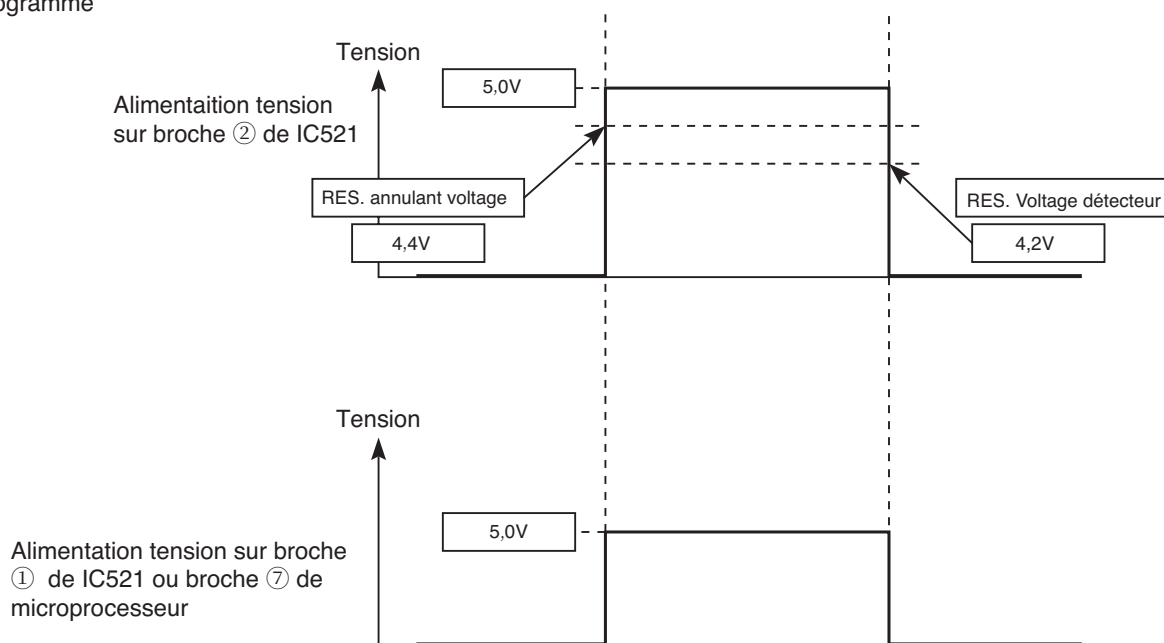

Fig. 2-2
- Le microprocesseur opère quand la broche ⑦ du microprocesseur de l'unité intérieure (entrée de remise à zéro) est "Lo" pour la remise à zéro et "Hi" pour le chauffage.
- La forme d'onde de chaque partie à la commutation d'alimentation MARCHE et à l'extinction est indiquée sur la Fig. 2-2.
- Après la mise sous tension, la broche ① d'alimentation tension de IC521 et la broche ⑦ de microprocesseur deviennent Hi quand la ligne 5V CC augmente et atteint environ 4,4V ou plus.